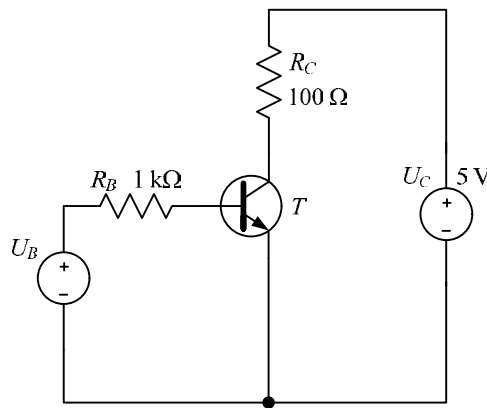

FIGURA 6.1. Característica de entrada de los transistores bipolares.
- 6.1.1** Realizar con la ayuda del programa de simulación MicroCap el esquema del circuito de la Figura 6.1. Para el transistor se utilizará el modelo 2N2222 que está disponible en la versión de evaluación del programa.